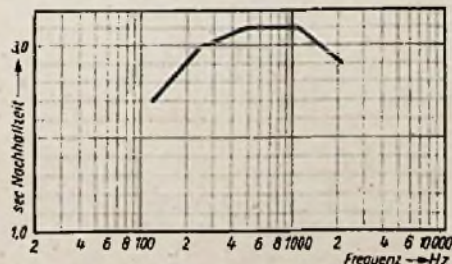
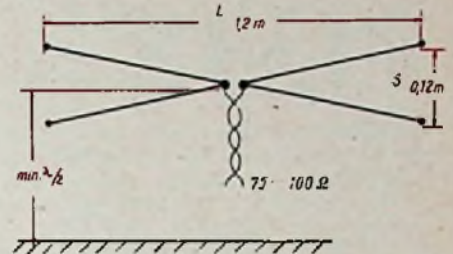

Abb. 4. Nachhallkurve der alten (unbesetzten) Philharmonie; Rauminhalt 17 000 m³
Abb. 2. Abmessungen des V-Dipols als UKW-Empfangsantenne nach Kallak-Wehde
Abb. 2. Optimale Kurven (theoretisch) für Konzertsaal von 10 000 m³: ① Mittelwerte der deutschen Auffassung, ② Mittelwerte der amerikanischen Auffassung mit Anstieg ab 4000 Hz (nach Olson)
nicht so sehr, während andererseits verschiedene als musikalisch vorzüglich geeignete Säle erhebliche Unterschiede in der Nachhallzeit aufweisen, so daß bei Neubauten das geschmackliche Moment zu berücksichtigen ist. Abb. 2 zeigt zwei Kurven, die nach den Forderungen des deutschen und des amerikanischen Geschmacks für einen Raum von 10 000 m³ Inhalt aufgestellt sind. Grundsätzlich neigt man bei uns zu der mittleren Nachhallzeit von 1,8 sec, die auch dem 5300 m³ großen neuen Studio in Hamburg gegeben wurde. In jedem Fall wird ein Anstieg bei tieferen Frequenzen angestrebt, wodurch der Klang mehr Volumen bekommt. Der Anstieg bei den höheren Frequenzen der amerikanischen Kurve in Anlehnung an die Empfindlichkeitskurve des menschlichen Ohrs bewirkt, daß auch die höheren Obertöne im Pianissimo erhalten bleiben und damit den Gesamtklang viel Glanz gegeben wird. Wie wenig dies jedoch entscheidend ist, zeigt beispielsweise die Kurve (Abb. 4) der alten Philharmonie (Rauminhalt 17 000 m³), die akustisch anerkannt gut war. Läßt man einen mittleren Toleranzbereich für eine einwandfreie Konzertsaalakustik zu, so ergibt sich der schraffierte Bereich der Abb. 5. Man erkennt klar, wie sich die Nachhallkurve des Titania-Palastes vor dem Umbau (untere Kurve) durch die akustische Korrektur verbessert hat. Wie wenig der Abfall in den
Um für eine einfache kapazitive Bandspreizung durch Reihenschaltung einer Serienkapazität C_R mit dem Drehkondensator nach Skizze auf Abb. 2 die Rechenarbeit zu erleichtern, wurden die beiden Schaubilder Abb. 1 und 2 entworfen*).
Abb. 1. Kurvenblatt zur Bestimmung der Reihenkapazität C_R in Abhängigkeit von der Bandbreite bei verschiedenen unteren Frequenzen. Zugrunde gelegt ist die Schaltung nach Abb. 2 mit einer Anfangskapazität von 20 pF und einer Endkapazität von 500 pF des Drehkondensators
Abb. 2. Kurven zur Bestimmung der Spuleninduktivität in Abhängigkeit von der Bandbreite bei verschiedenen unteren Frequenzen f₂. Die Kurven sind nach der Gleichung 6 bei Annahme eines C_a von 20 pF und eines C_e von 500 pF errechnet; kleine Abweichungen sind zulässig
nach der das Diagramm in Abb. 2 berechnet wurde.
Eine weitere Antenne, die besonders für beschränkte Raumverhältnisse geeignet ist, sei in Abb. 2 vorgeschlagen. Im Prinzip ist diese Antenne ebenfalls ein Dipol, dessen Kapazität durch die Spreizung der Leiter jedoch größer ist als die der normalen Ausführung. Damit wird die Antennengüte geringer; deshalb ist diese ausgesprochene Empfangsantenne weniger resonanzscharf. Die Spreizung kann horizontal oder vertikal erfolgen, wobei man allerdings darauf zu achten hat, daß die effektive Antennenhöhe mindestens gleich der halben Wellenlänge ist, d. h. also rund 1,50 m für das FM-Band. Da man jedoch aus den bekannten Gründen die UKW-Antenne möglichst hoch anbringen wird, ist diese Bedingung für den FM-Betrieb
leicht erfüllbar. Das in der Mitte dieses V-Dipols anzuschließende Kabel kann beliebig lang sein (Drill-Feeder) und den in Abb. 2 angegebenen Wellenwiderstand besitzen. Für andere Betriebswellenlängen kann man etwa rechnen, daß dieser „kurze“ Dipol $\lambda/2,5$ m lang zu machen ist, wenn die Spreizung S etwa $\frac{1}{10}$ der resultierenden Gesamtantennenlänge L beträgt. C. M.
falls mehr verändert werden. Läßt sich kein ausgesprochenes Minimum feststellen, dann wird C_2 eingedreht und erneut mit C_1 ein Minimum gesucht. Schließlich wird C_2 etwas bewegt und mit C_1 nachgestimmt, bis der Anodenstrom seinen Sollwert hat. Praktischerweise dreht man beide Kondensatoren vor dem Abstimmvorgang heraus. Für die Abstimmung von Antennen mit Federleitung, von Doppeldrahtantennen und Dipolen sowie bei PP-Stufen wird das Filter nach Abb. 2 doppelt ausgeführt.